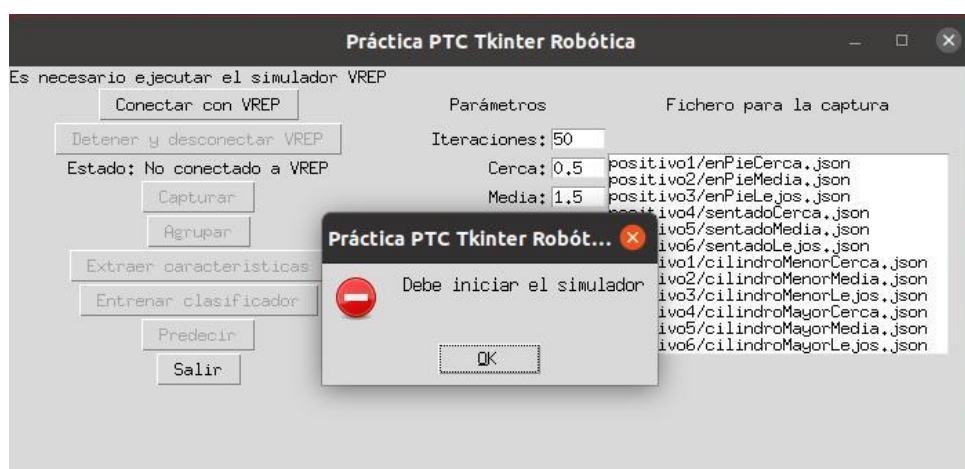

Figura 3
**Botón “Conectar con VREP”:** Intenta iniciar una conexión con el simulador. Si no es posible debe utilizar `messagebox.showerror()` para dar un mensaje de error como la Figura 3.